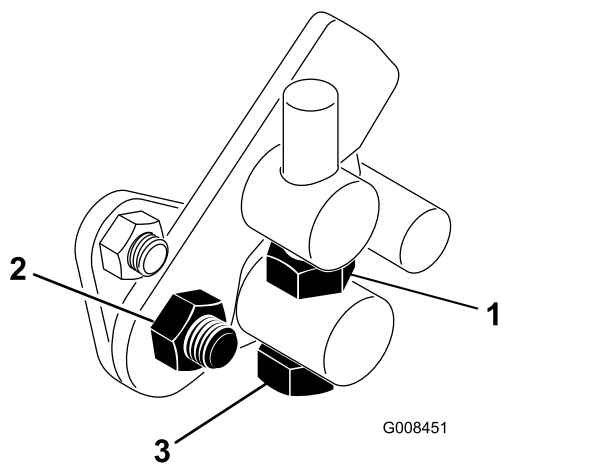

Рисунок 41
4. Чтобы зафиксировать регулировку, затяните контргайку на болте цапфы и гайку на шарнире педали (Рисунок 41). Проверьте регулировку и при необходимости повторите ее.